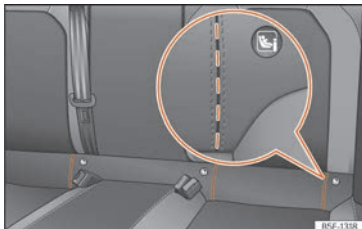

Fig. 32 Banquette arrière : fentes découpées pour accéder aux anneaux de fixation ISOFIX/i-Size.
neaux de fixation « ISOFIX ». Sur certains véhicules, les anneaux sont fixés à l'armature de siège et à d'autres sur le plancher arrière. Les anneaux « ISOFIX » se trouvent entre le dossier et le coussin de la banquette arrière » » fig. 32, » » fig. 33. Les anneaux Top Tether se trouvent généralement au dos de la ban-
- Procédez d'abord à l'ouverture manuelle de la prédécoupe située derrière les rainures signalées pour accéder aux œillets de retenue » fig. 32.